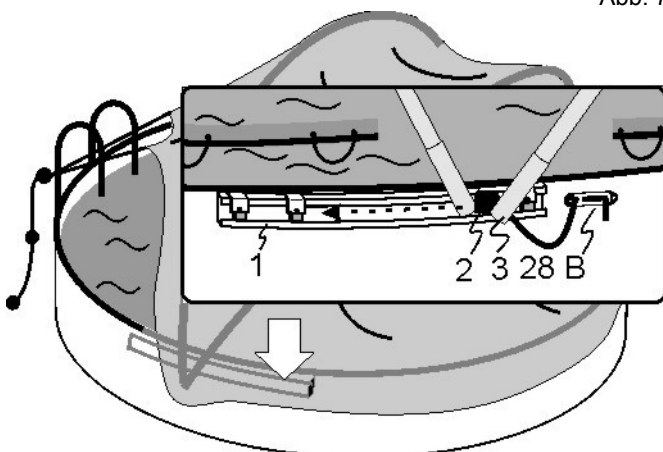

Abb. 7.4
Jetzt das Seil (4) vom Spanner (28/B) lösen und den Schieber (2) bis zum Ende des „C“ Profil (1) schieben. (Abb. 7.4)